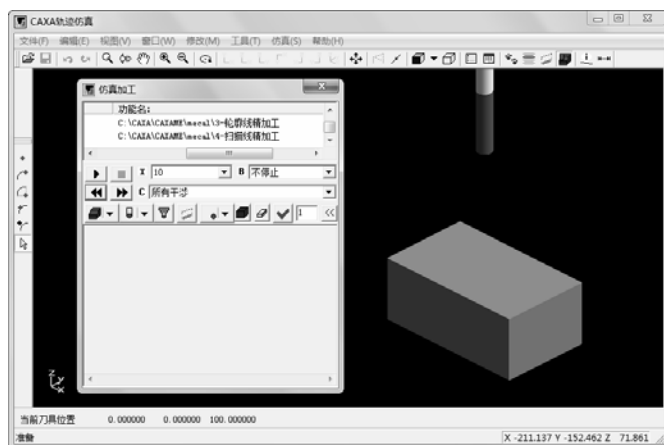

图 3-138 “仿真加工”对话框
2) 在仿真界面中，选择下拉菜单“工具”→“仿真”命令，或直接单击“实体仿真”按钮，系统立即进行加工仿真，并弹出“仿真加工”对话框，如图 3-138 所示。